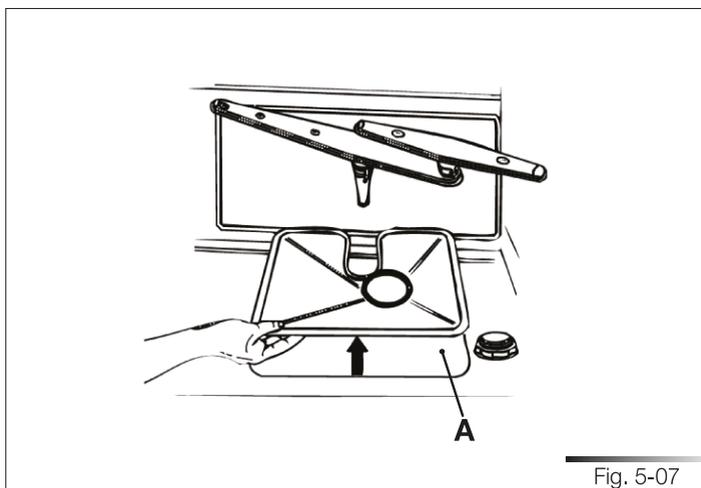

Fig. 5-07
- Il faut contrôler qu'il n'y a pas de résidus alimentaires sur le filtre **lorsqu'on le retire**. Ces résidus, en tombant dans la vidange (réf. A fig. 5-07) pourraient bloquer certains composants hydrauliques ou obstruer les orifices des bras de lavage.